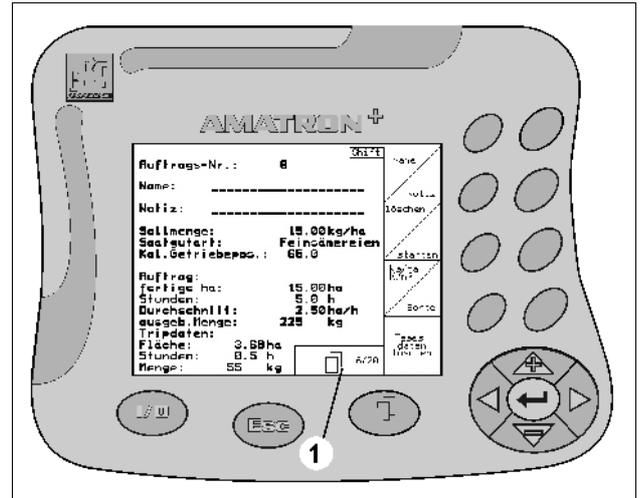

Fig. 10
- Hojear en otras páginas del menú (sólo posible si aparece el símbolo „hojear“ [Fig. 10/1] en la pantalla)